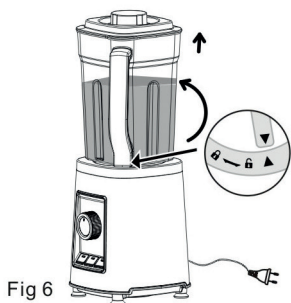

Fig 6
- Sluk for blenderen efter endt brug ved at dreje funktionsvælgeren (14) til OFF og tage stikket ud. Fig. 6.